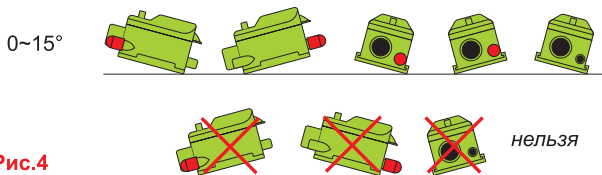

Рис.4
Поплавковый датчик уровня необходимо установить в подходящем месте не выше уровня дна поддона. Допустимое отклонение от горизонтального положения - **не более 15°** (рис.4).
1. Правильность положения датчика (рис.4)